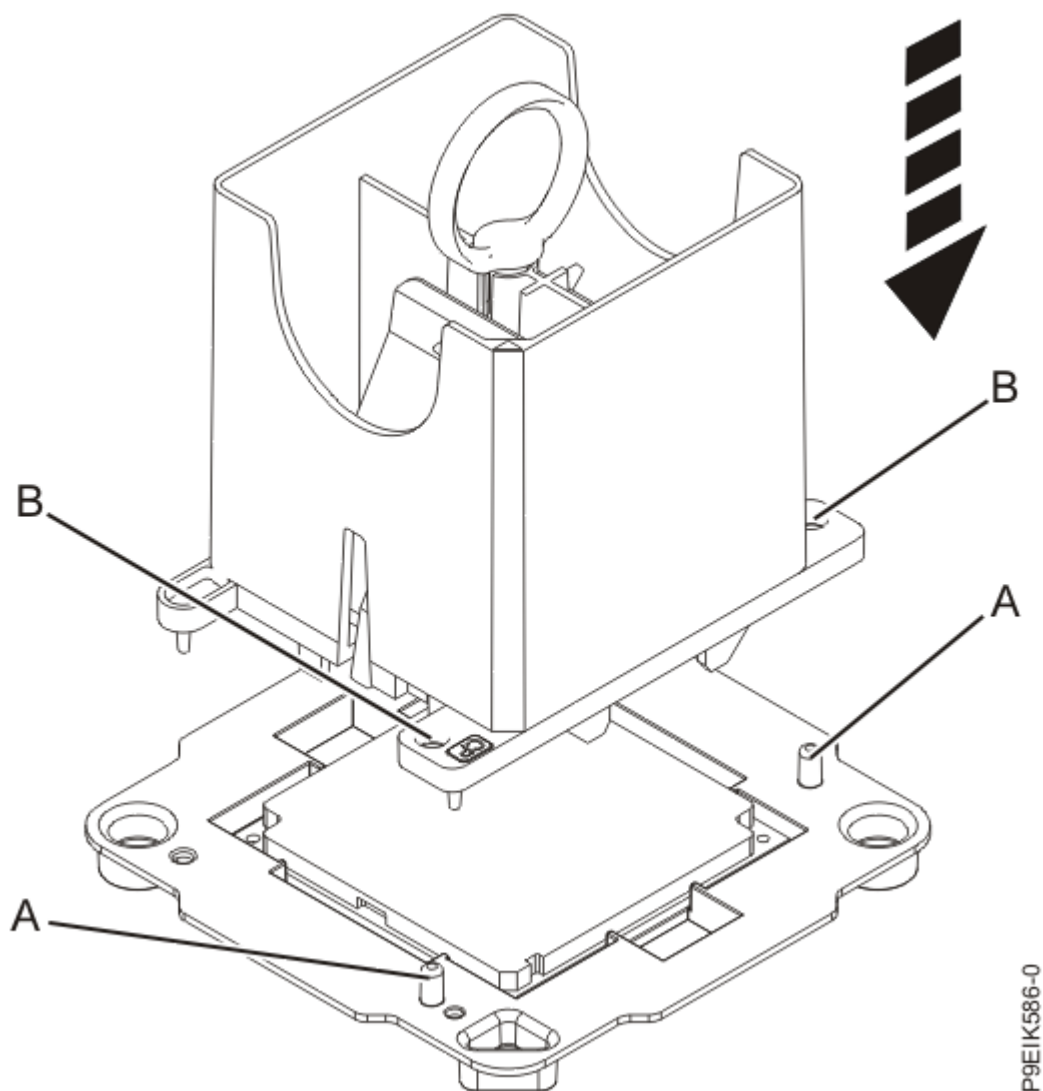

図 20. 取り外しツールをシステム・プロセッサ・モジュールの上に下ろす
- b) システム・プロセッサ・モジュール上にツールを下ろします (23 ページの図 20 を参照)。ツールの斜めになっている端がシステム・プロセッサ・モジュールの斜めになっている端に位置合わせされていることを確認します。2つのガイド・ピン (A) をツールの両側にある位置合わせ穴 (B) に差し込みます。